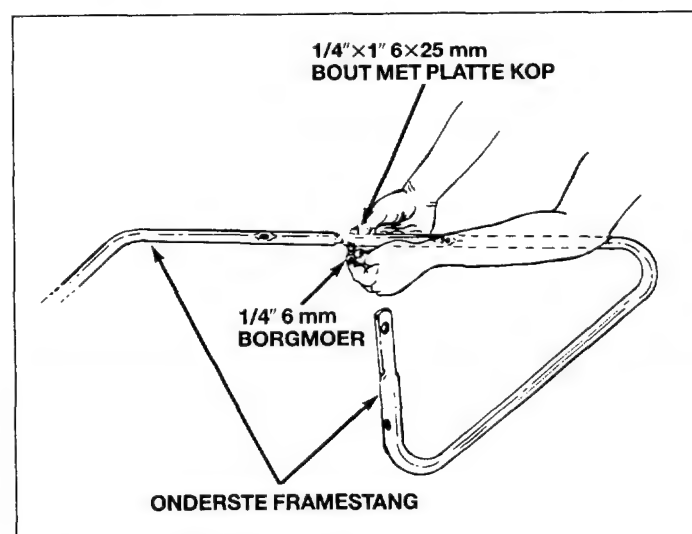

Fig. 16
5. Monteer de beide onderste framestangen overeenkomstig fig. 16. Zet vast met slotbout 6 x 25 mm (1/4x1") en borgmoer 6 mm (1/4"). Zie fig. 16.